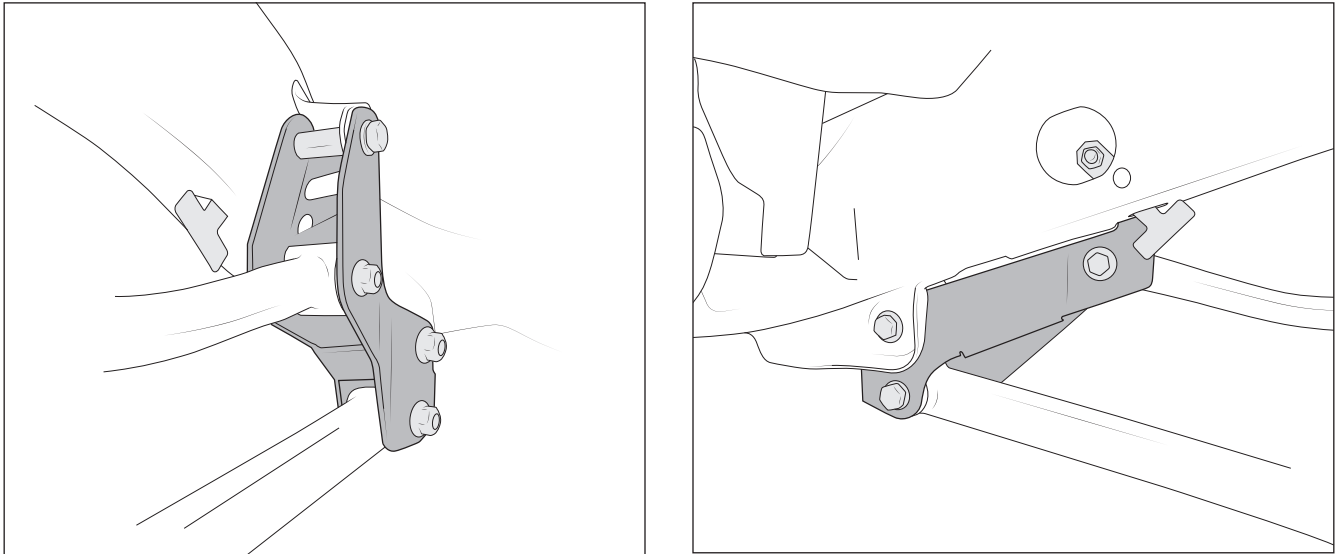

Abb. 20 Innenansicht (links) Aussenansicht (rechts)
- B. Bringe die Halterungen wie gezeigt an (Abb. 20). Verwende die werkseitigen Montageteile und die mitgelieferten Distanzstücke (welche die Lücke für die Längslenker füllen) an den ursprünglichen Montageorten für die Längslenker.
- C. Verwende die mitgelieferten Schrauben, Muttern und Unterlegscheiben um die Längslenker an den neuen Stellen zu montieren. Verwende die M12-Verbindungselemente für die oberen Längslenker und M16 für die unteren Längslenker (Abb. 20).